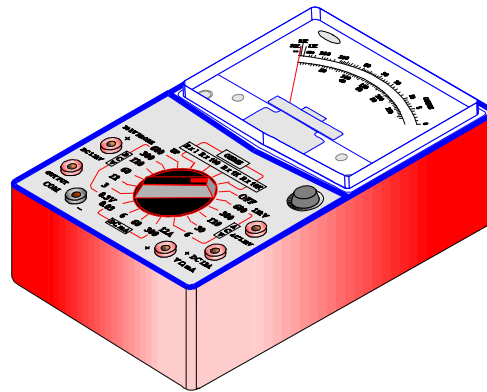

Fig.25 Multímetro.
- Multímetro em escala de CA, conforme ilustrado na **Fig.25**.